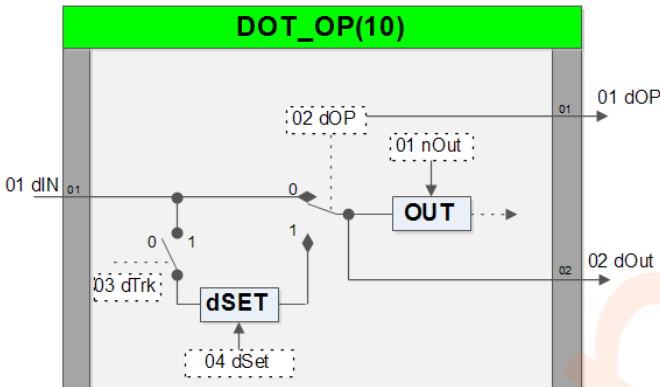

Рисунок 3.10.1 - Функциональная схема блока дискретного управляемого вывода DOT\_OP(10)
Функциональный блок (рисунок 3.10.1) применяется для связи функциональных блоков с аппаратными средствами дискретных выходов (DO).